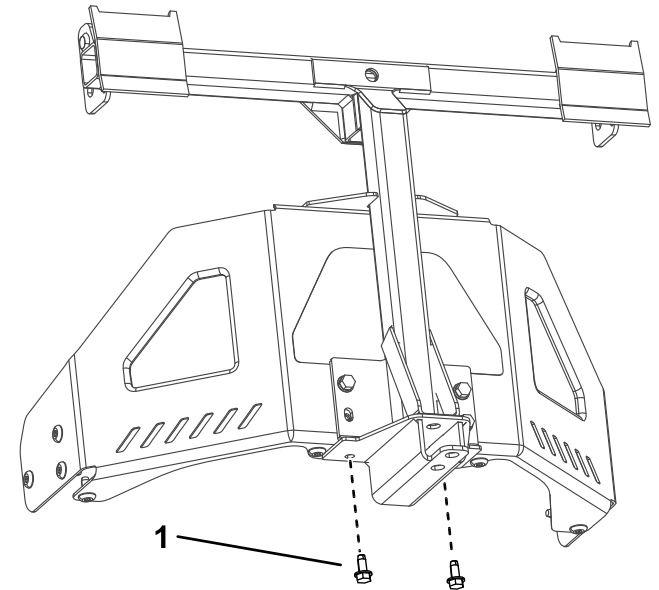

図 9
3. ピボットフレームを、機体フレームの底部に固定するタッピングねじ5/16 x 3/4"2本を使用して 図 9 のように取り付ける。